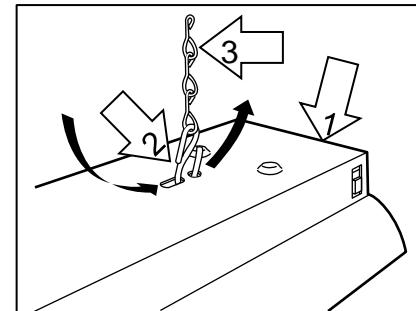

Fig. 1
1. Enfiler les petites boucles de **crochets en S** (2) à une extrémité de chaque **chaîne de support** (3). Enfiler les grands boucles de **crochets en S** (2) à travers les trous prévus dans le **boîtier** (1). Fermer les deux extrémités de chaque **crochet en S** (2) à l'aide d'une pince. (Fig. 1)